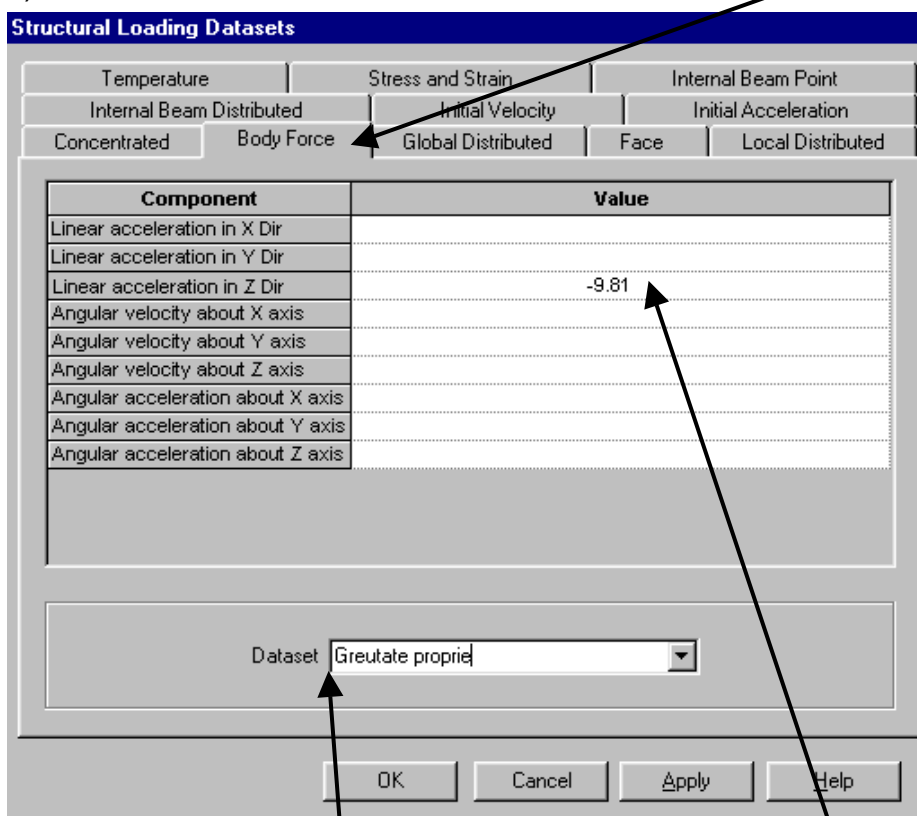

Fig. 22
- în caseta de dialog se alege încărcarea de tip volumetric (**Body Force**) (fig. 22)